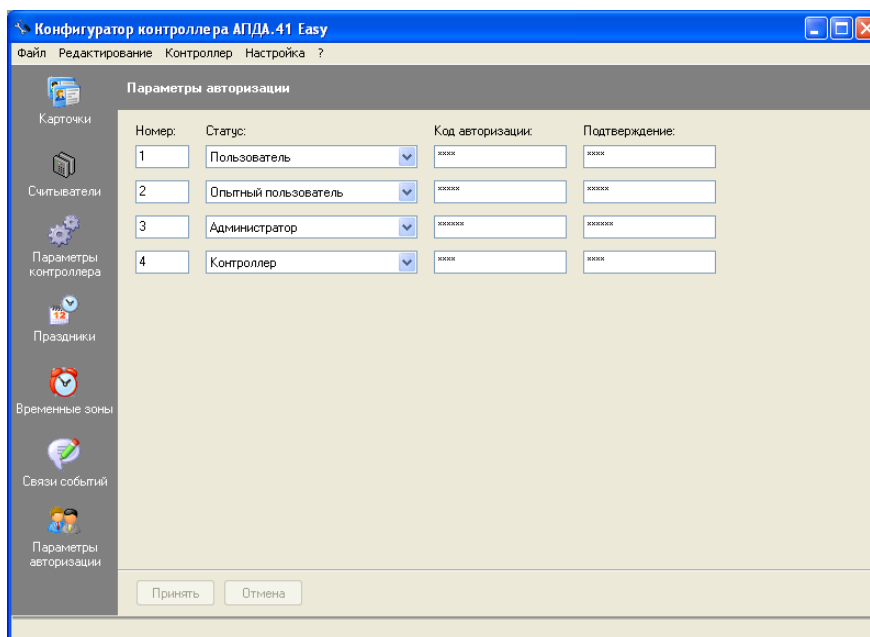

Рисунок 247
- 12) При необходимости, измените параметры авторизации при обмене по сети. Для этого выберите пункт меню "Редактирование/Параметры авторизации", в открывшемся окне "Параметры авторизации" (см. Рисунок 247) отредактируйте коды авторизации и нажмите кнопку "Принять".